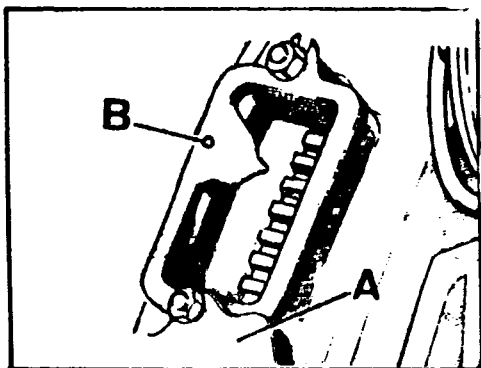

Fig. A1-53 Posicionamiento del índice de referencia
- 2.2. Desmontar la tapa de registro, A (Fig. A1-53) de cárter del volante y extraer las juntas de corcho.
- 2.3. Situar el orificio, B (Fig. A1-53) del índice de referencia, alineado con el granetazo existente en el cárter del volante, para lo cual será necesario desplazar dicho índice hacia la izquierda o derecha, fijándolo una vez que orificio y granetazo se encuentren alineados.